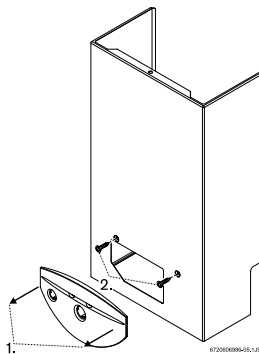

Fig. 6 Smontaggio mantellatura
- Distaccare il pannellino frontale tirandolo verso l'esterno (Fig. 6, pos. 1).
- Svitare le due viti (Fig. 6, pos. 2).